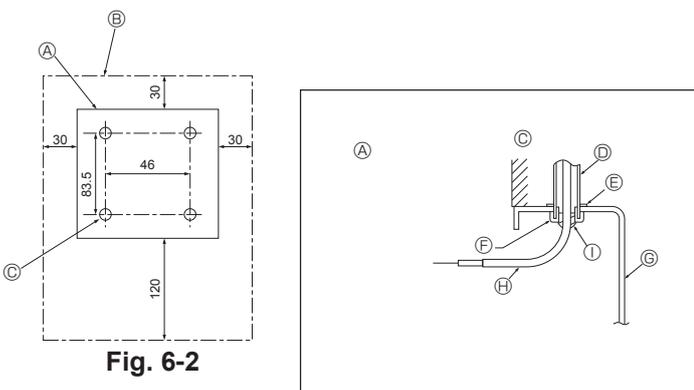

Fig. 6-2
(1) Выберите место установки пульта дистанционного управления. (Fig. 6-2) Датчики температуры расположены как на пульте дистанционного управления, так и в внутреннем приборе.
#### [Fig.6-2]